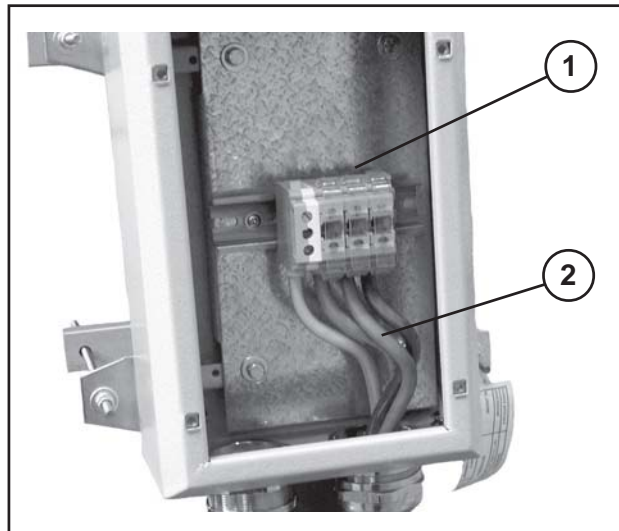

Abb. 2.3.2
Das Basiskabel an die Klemmen (1) des Stromkastens Verlängerungskabel anschließen (Abb. 2.3.2).
Das Verlängerungskabel (2) ist bereits an die Klemmen des Verteilerkastens angeschlossen (Abbildung 2.3.2) und ist an den Leitungskasten am Kranfuß anzuschließen.